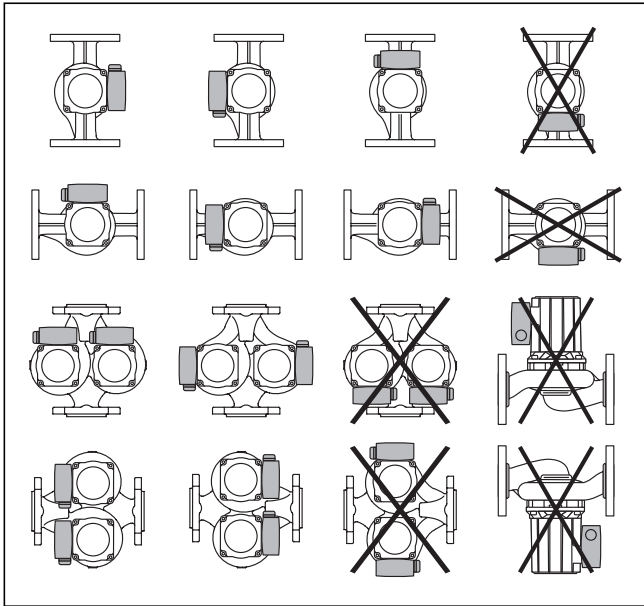

Рис. 6.2 Положения монтажа
- Выполнять монтаж при отключенном напряжении, расположив вал насоса горизонтально (см. положения монтажа на рис. 6.2).